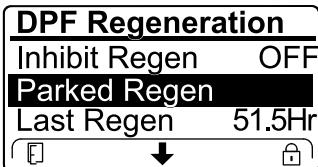

Bild 71
- Wenn der Motorcomputer eine Wiederherstellung-Regenerierung anfordert oder eine Wiederherstellung-Regenerierung ausführt und Sie auf die Option PARKED REGEN navigieren, ist die geparkte Regenerierung gesperrt und das Schloss-Symbol (Bild 71) wird unten rechts im InfoCenter angezeigt.